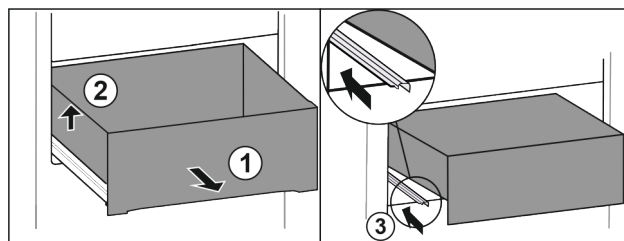

Fig. 92
- ▶ Вытяните выдвижной ящик до упора. Fig. 92 (1)
- ▶ Приподнимите выдвижной ящик слева. Fig. 92 (2)
- ▶ Вставьте левую направляющую. Fig. 92 (3)